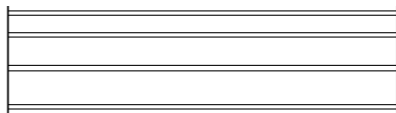

图 2-46 绘制俯视图
(5) 单击“默认”选项卡“绘图”面板中的“直线”按钮，接着绘制两条直线，端点坐标分别为 { (0,2)、(@100,0) } 和 { (0,16)、(@100,0) }，绘制结果如图 2-46 所示。